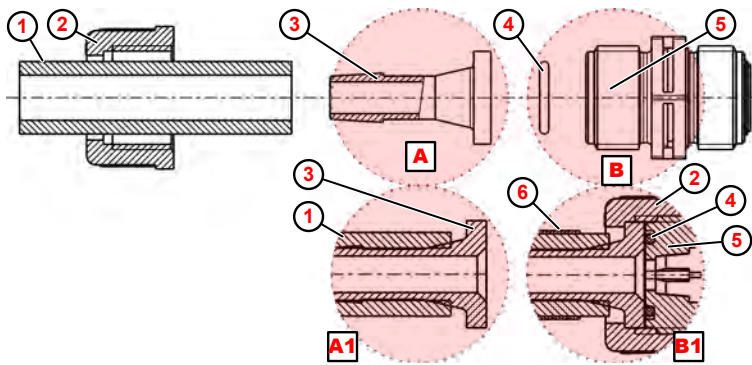

Abb. 9: Rohr- und Schlauchanschluss mit Aufstecknippel und Schlauchschelle
1. ➤ Schlauch ( Abb. 9 , ① ) gerade abschneiden.
2. ➤ Schlauchschelle ⑥ über Schlauch ① schieben
3. ➤ Überwurfmutter ② über Schlauch ① schieben.
4. ➤ Schlauch ① bis zum Anschlagbund auf Aufstecknippel ③ schieben (Detail A1).
5. ➤ O-Ring ④ in Nut von Saug- bzw. Druckventil ⑤ legen.
6. ➤ Überwurfmutter ② festziehen.
7. ➤ Schlauchschelle ⑥ nach unten schieben und festziehen (Detail B1).